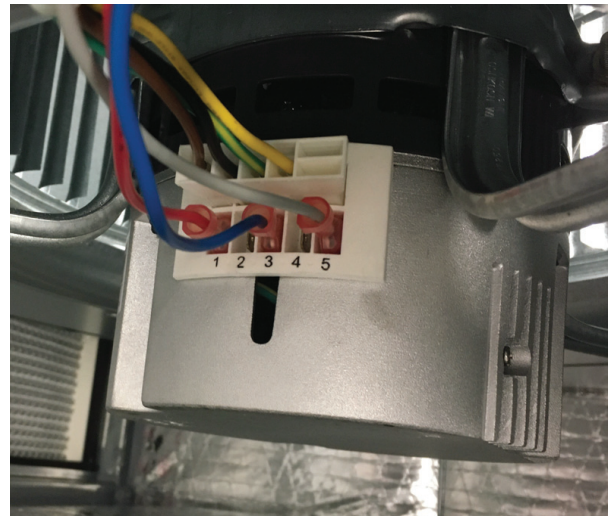

Fig. 8 – Prises du moteur
5. Repérez les trois fils de vitesse du ventilateur (rouge, bleu et gris) fixés au moteur du ventilateur (Fig. 8).